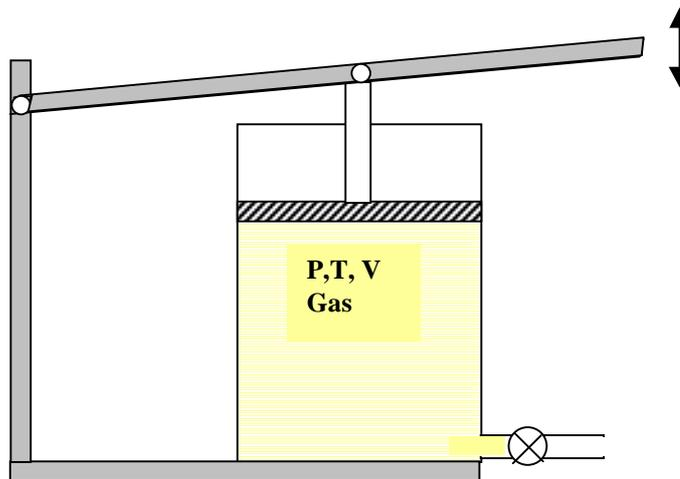

Figura 1. Equipo de compresión con válvula y sensores de medición de P,T y V..
En esencia, el equipo necesario para este experimento consiste de un cilindro con un pistón que puede operarse manualmente para comprimir (o descomprimir) un gas, como se ilustra esquemáticamente en la Figura 1. El mismo dispone de sensores rápidos de medición de presión P , temperatura T y volumen V , capaces de ser conectados a una interface de conversión analógica-digital conectada a una PC. También se debe disponer de válvulas de entrada y salida del gas.
- Si dispone de otros gases distintos que el aire, por ejemplo Helio, Argón, gas natural, etc., cargue el gas en el aparato de la figura 1, teniendo la precaución de que el contenido del cilindro contenga el nuevo gas en forma lo más pura posible. Para esto se puede utilizar el émbolo para purgar varias veces el recipiente. Una vez logrado el llenado con el nuevo gas, repita el procedimiento realizado en la propuesta 2. Compare sus resultados con los valores obtenidos para γ con el valor correspondiente para el aire.